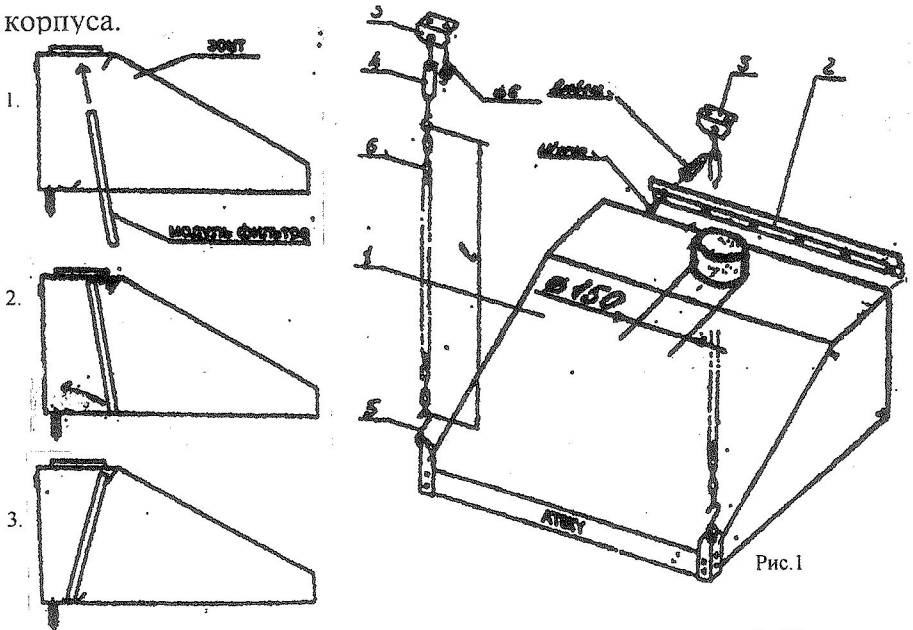

Рис.1
3.3. Горизонтальность установки зонта регулируется длиной цепи и регулирующим устройством (талрепом) (см. рис. 1).